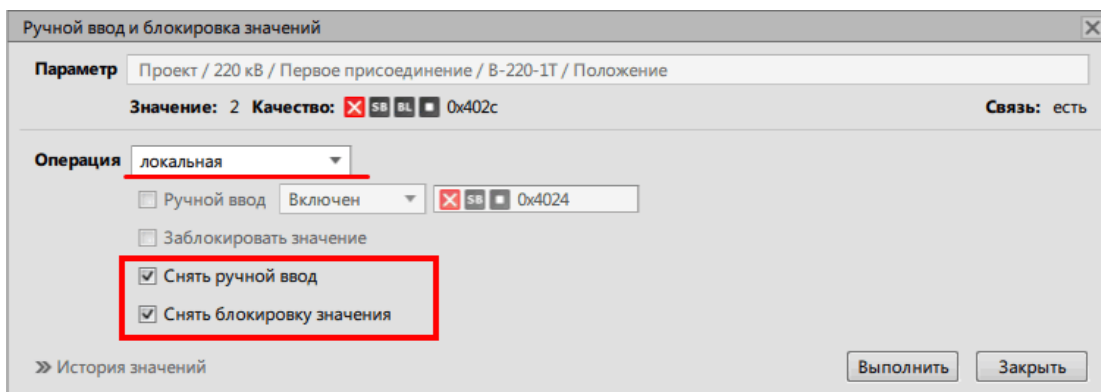
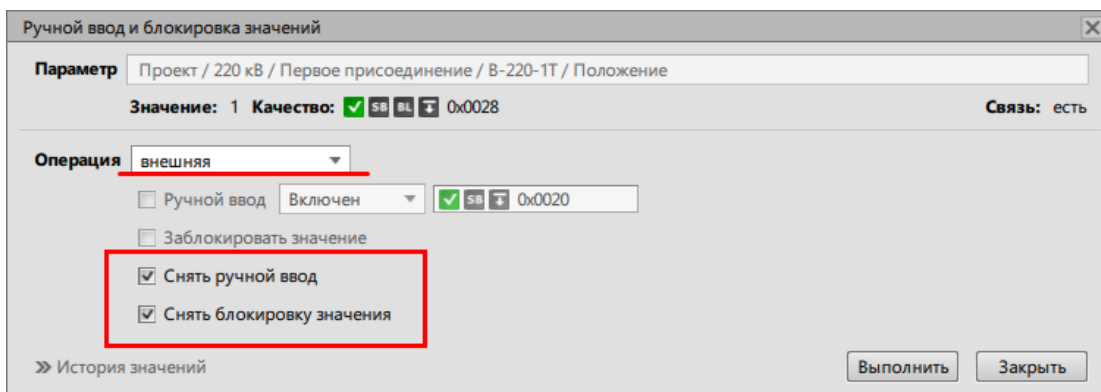

Рисунок 173 - Снять ручной ввод и блокировку у локальной операции
Рисунок 174 - Снять ручной ввод и блокировку у внешней операции
- Для локальной операции отметьте чекбоксы **Снять ручной ввод** и **Снять блокировку значений** (если была установлена блокировка) (Рисунок 173). Для внешней операции отметьте чекбоксы **Снять ручной ввод** и **Снять блокировку значений** (Рисунок 174).